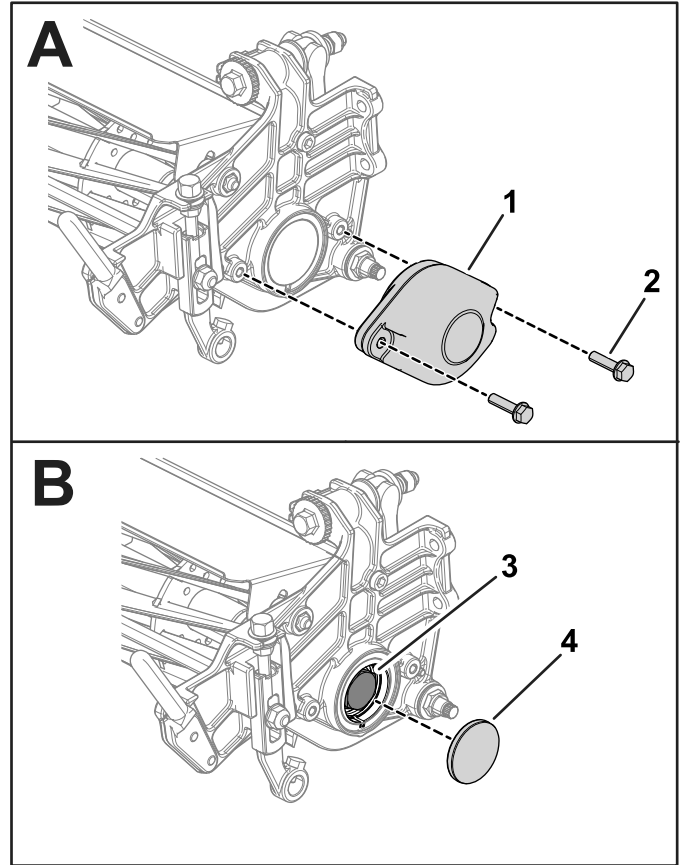

图 3
3. 从剪草高度臂上卸下剪草高度调节螺丝和滚筒安装螺丝图 3。
4. 从将配重块固定到滚刀组侧板上的 2 个螺母由侧板固定中拧下 2 个螺栓 5/16 x 2¼ 英寸。拆下配重块图 3。
6. 卸下盖子并露出轴承螺母图 3。
7. 从滚刀轴上卸下轴承螺母图 3。